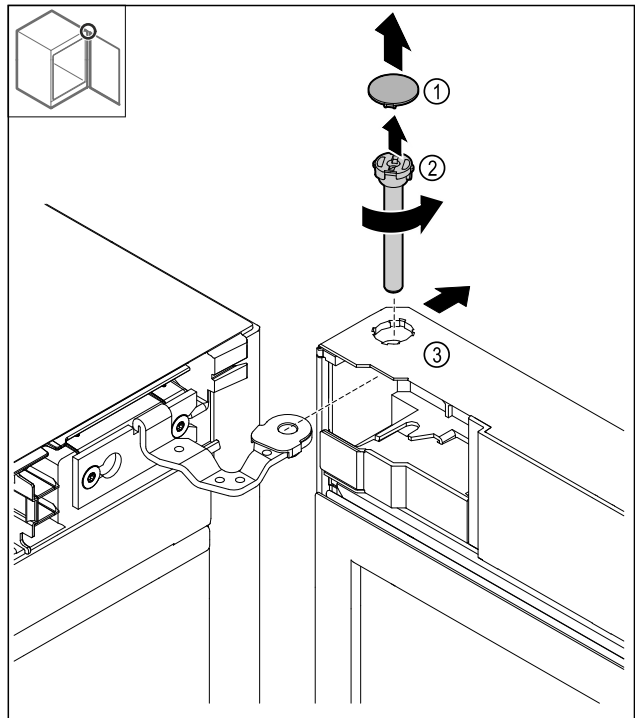

Fig. 18
- Zložte kryt Fig. 18 (1).
- Uvoľnite čap Fig. 18 (2) proti smeru hodinových ručičiek a vytiahnite ho.
- Zľahka naklopte dvere Fig. 18 (3).